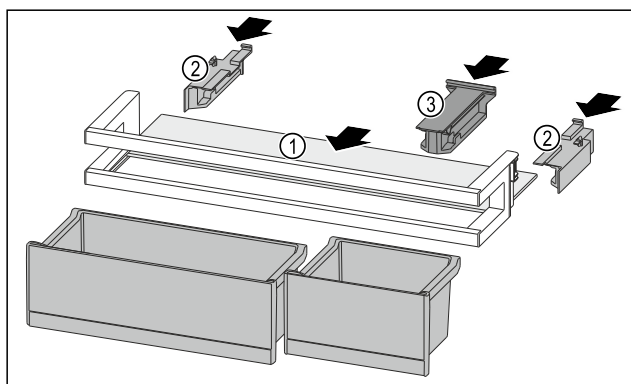

Fig. 87
- ▶ Ablagefläche Fig. 87 (1) in die seitlichen Einsparungen einschieben.
- ▶ Seitenteile Fig. 87 (2) einsetzen.
- ▶ Halteteil Fig. 87 (3) einsetzen.